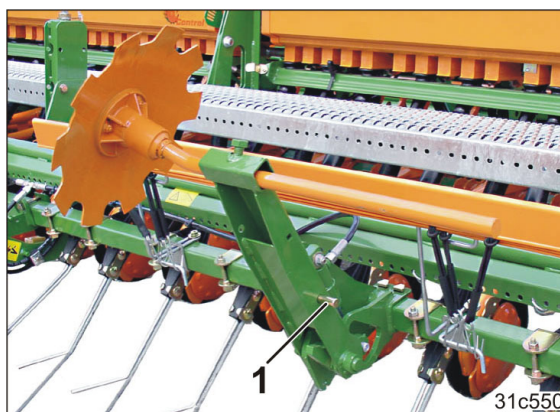

Bild 211
1. Håll i spårtallrikshållaren, avlägsna bulten (Bild 211/1) och sväng spårtallrikshållaren nedåt.